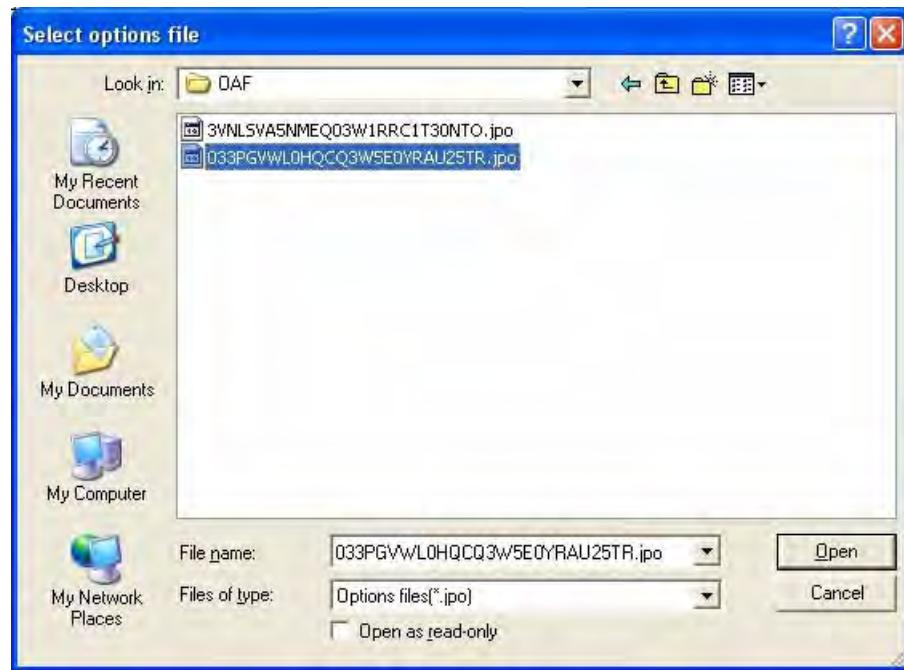

Рисунок 53. Загрузка ОАФ
3. Найдите папку, в которой хранится новый файл авторизации опций. Такой файл имеет расширение .jpo, и он уникален для каждого приемника (Рис. 53).